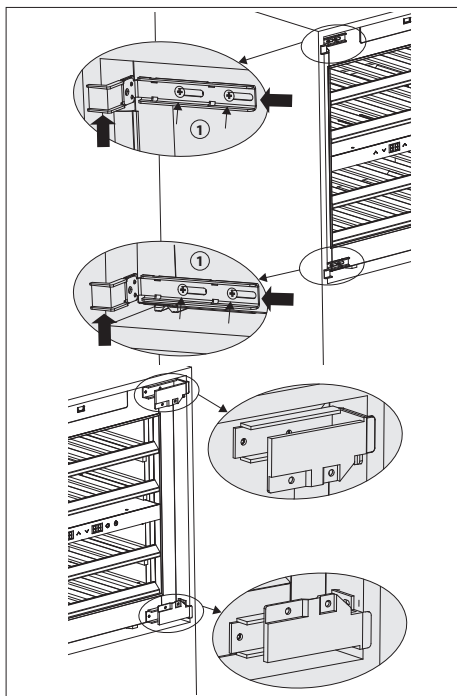

Рис. 6
8. Полностью задвиньте устройство в шкаф. Проверьте зазоры по периметру. Для выравнивания передней панели (рис. 6):